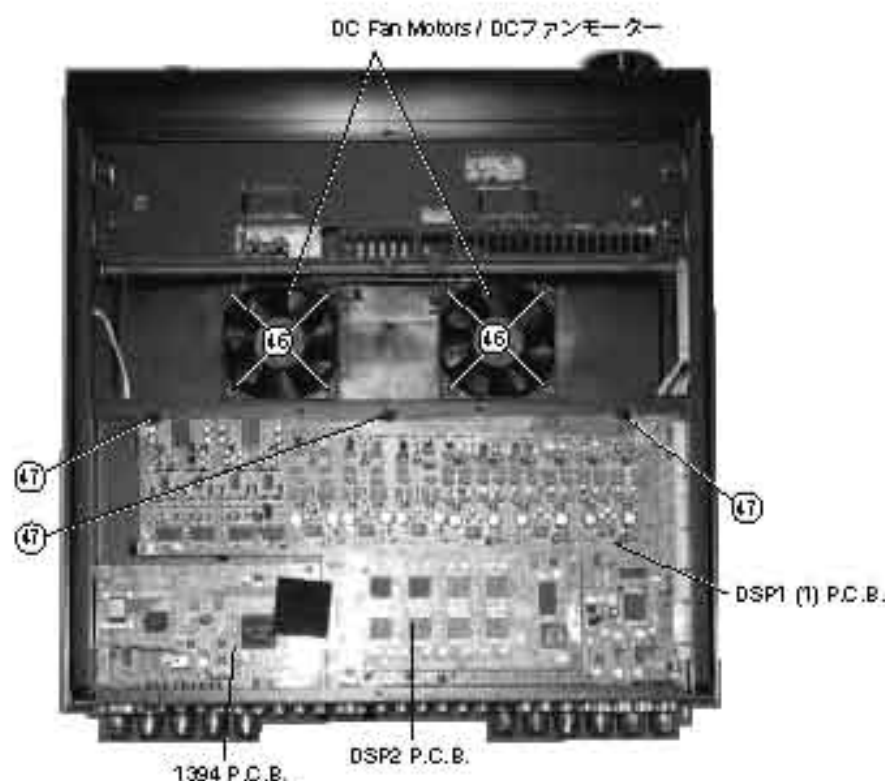

Fig. 21
- Remove 8 screws (④) and then remove the DC Fan Motors. (Fig. 21)
- ④のネジ8本を外し、DCファンモーターを取り外します。(Fig. 21)
- Remove 3 screws (⑤). (Fig. 21)
- ⑤のネジ3本を外します。(Fig. 21)